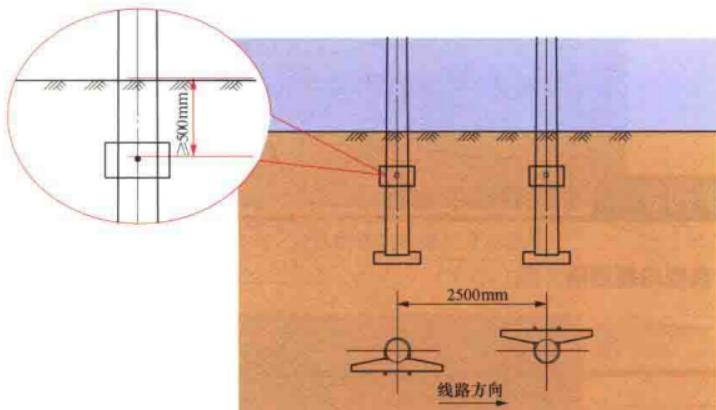

图1-1-8 配电变台电杆正确卡盘安装示意图
- (1) 卡盘U形抱箍安装距地面500mm，允许偏差 $\pm 50\text{mm}$ 。
- (2) 配电变台卡盘安装在顺线路方向，两杆错位安装。
4. 标准规范图例（图1-1-8）